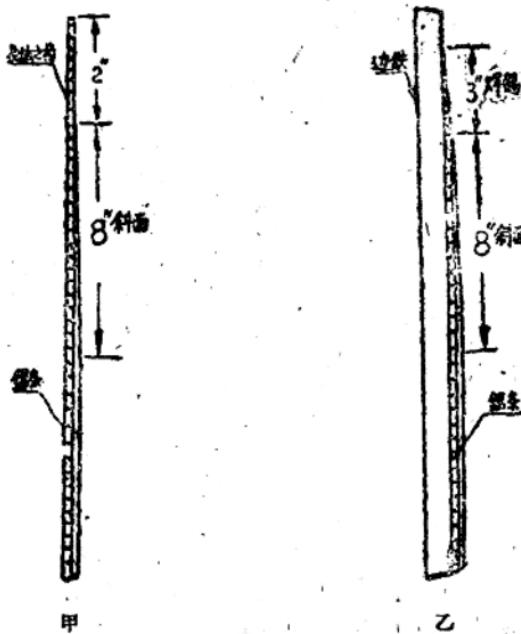

图 7
(3) 在离锯条头端 50 毫米(2吋)左右剪去三齿，作为留头記号(图 7 甲)。
(4) 将锯条穿入校正轉子，經導輪、圓盤、導輪、張力輪而达滾筒，先将 50 毫米(2吋)留头焊在边铁上。
(5) 加側压力 18 公斤，搖轉錫林，并旋紧校正轉子，加張力至 12 公斤，此时将留头下面的锯条焊在边鐵上約 100 毫米(4 吋)左右。